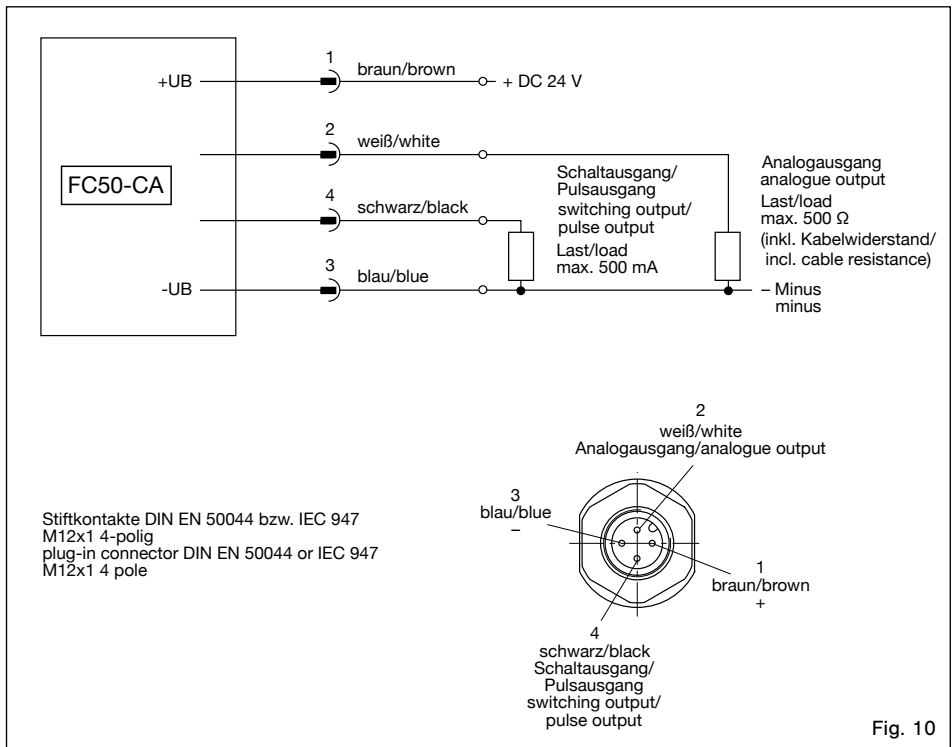

Fig. 10
- 1 Verbindung mit dem zugehörigen Kabel entsprechend dem Anschlussbild (siehe Fig. 10) herstellen.
- 1 Connect the supply by means of the appropriate cable (see fig. 10).